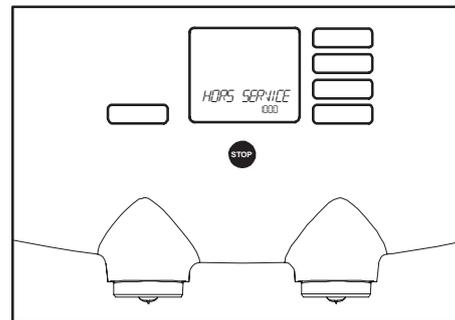

Fig. 6 Distributeur éteint
- L'écran affiche le message : "HORS SERVICE" (fig. 6).